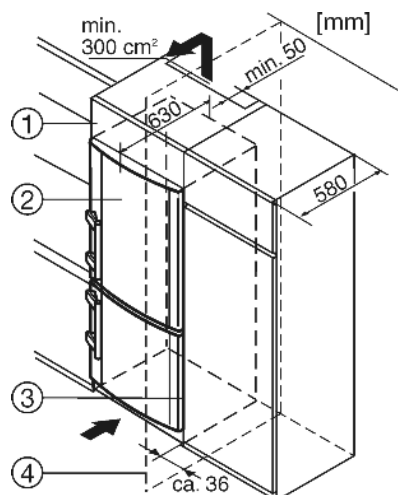

Fig. 10
- (1) Дополнительный шкафчик
- (2) Устройство
- (3) Кухонный шкаф
- (4) Стенка
Устройство может быть окружено предметами кухонной обстановки. Чтобы уравнивать устройство Fig. 10(2) по высоте с кухонной стенкой, можно установить над устройством соответствующий дополнительный шкафчик Fig. 10(1).
При комбинировании с обычными кухонными шкафами (глубина макс. 580 мм) устройство можно установить непосредственно рядом с кухонным шкафом Fig. 10(3). Дверца устройства выступает по сторонам на 34 мм и по центру устройства на 50 мм относительно передней стенки кухонного шкафа. Поэтому ее можно свободно открывать и закрывать.
Если устройство установлено на шарнирах у стены Fig. 10(4), то расстояние между устройством и стеной должно быть не менее 36 мм. Настолько выступает ручка при открытой дверце.